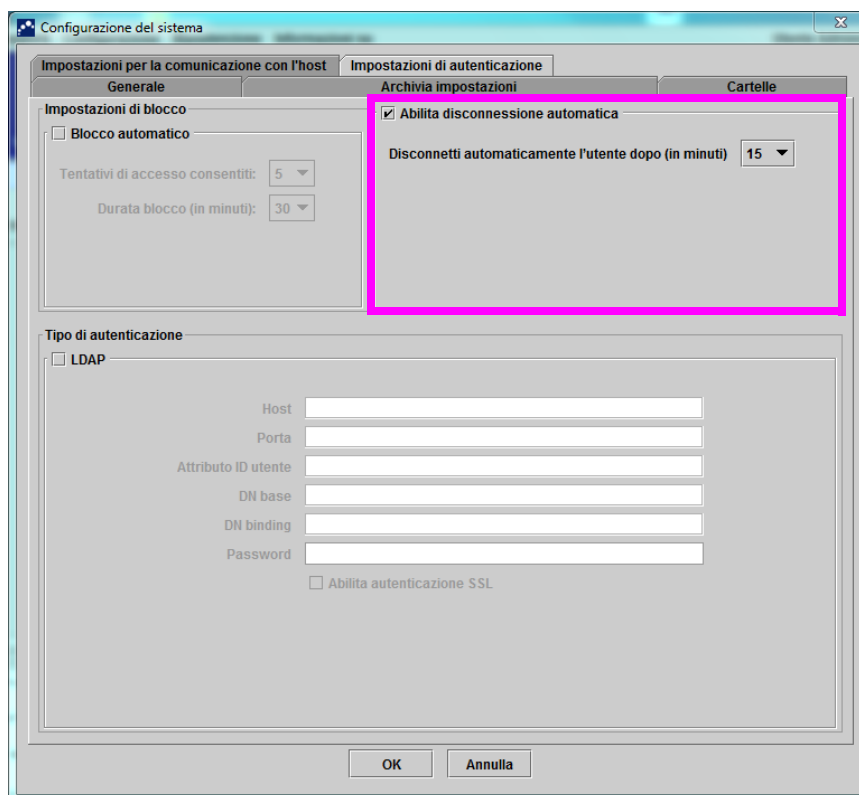

Figura 2-86. Impostazioni di autenticazione configurate per la disconnessione automatica
2. Fare clic sulla scheda **Impostazioni di autenticazione**; si aprirà la finestra delle informazioni relative alle impostazioni di autenticazione. Vedere la Figura 2-86.